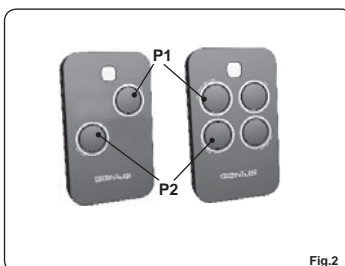

Fig.2
- 1) Gleichzeitig die Tasten P1 und P2 des Senders (Abb. 2) drücken und loslassen, wenn die LED blinkt (nach etwa einer Sekunde).
- 1) Druk de knoppen P1 en P2 van de zender tegelijkertijd in (Fig.2) en laat ze los wanneer de led knippert (na ongeveer een seconde);